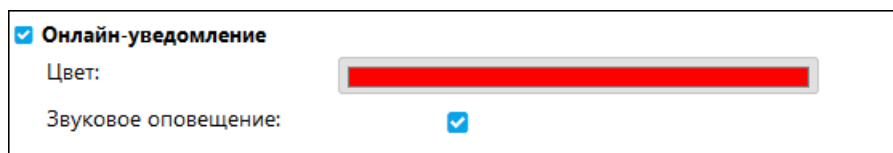

Рис. 6.2.14. Настройка действия Онлайн-уведомление.
- ✓ **Онлайн-уведомление.** Сообщение о событии будет получено в виде **Уведомления** (см. п. 5.4. Уведомления). При выборе этого способа откроется поле для настройки цвета (см. п. 2.2 Палитра) уведомления в списке (рис. 6.2.14). Такие уведомления можно получить только онлайн. Если пользователь не вошел в программу, уведомление не будет получено. При выходе из системы список полученных уведомлений будет очищен. Опция **Звуковое оповещение** позволяет включать звуковой сигнал при получении онлайн-уведомления.